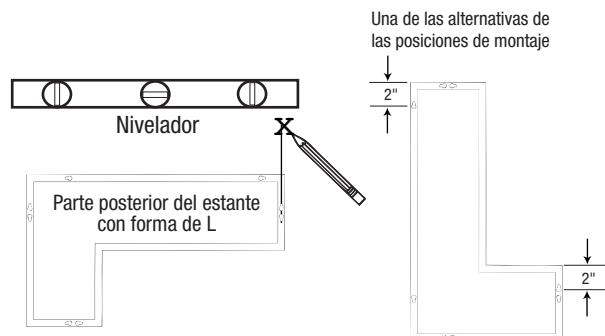

Figura 1
PASO 1: Seleccione las áreas de instalación y marque las ubicaciones de los ojos de la cerradura sobre la pared a la distancia correcta. Utilice un nivelador para asegurar que los estantes estén derechos, como se muestra en la **Figura 1**.